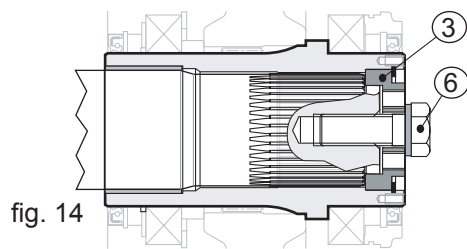

fig. 14
dévisser l'écrou de la barre filetée (pos. 4) et retirer cette dernière de son logement. Remplacer la barre (pos. 4) avec la vis (pos. 6), en serrant à fond, en appliquant une force comme indiqué sur la table "couples de serrage" paragraphe 9.1, en utilisant en outre un frein filet moyen ; Piv Posiplan conseille LOCTITE 601 (voir fig. 14).